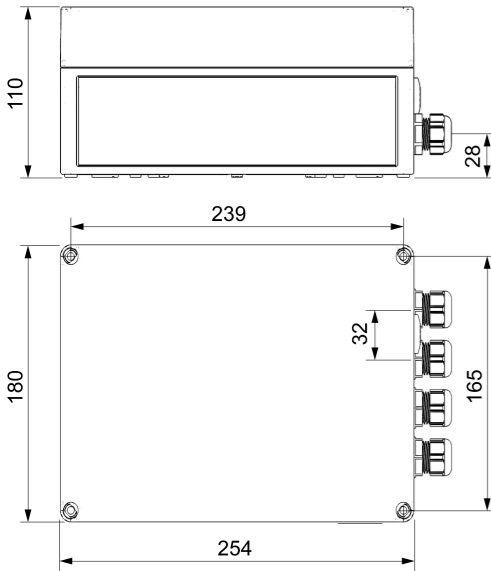
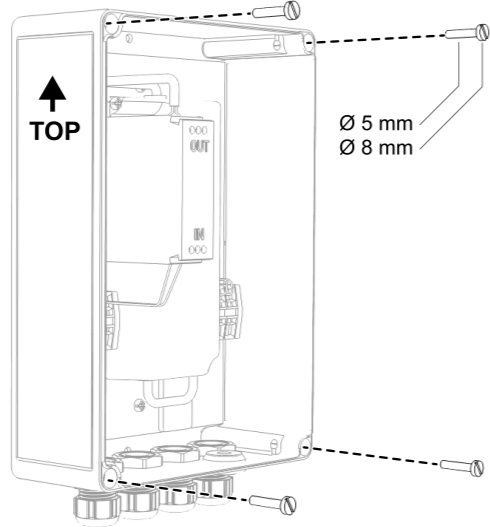

Bild 2: Maßzeichnung
Bild 3: Gehäuse montieren
- Gehäuse (2) mit geeigneten Schrauben (nicht im Lieferumfang) auf dem Montagegrund befestigen (Bild 3). Montagelage (TOP) und Bohrmaße beachten (Bild 2).